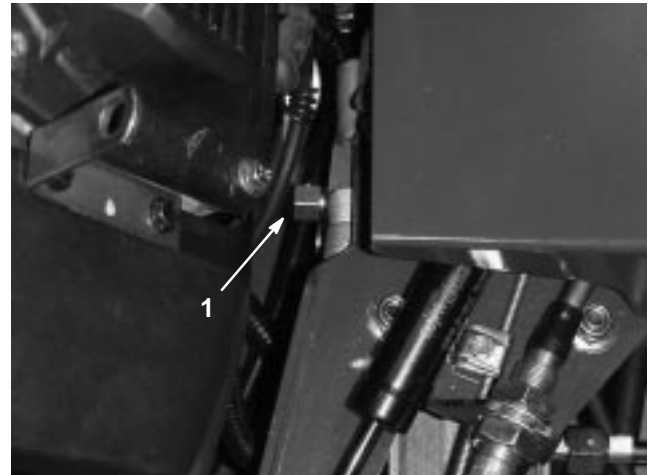

Bild 31
2. Drehen Sie das Sicherheitsventil mit einem 16 mm Schlüssel eine Umdrehung entgegen dem Uhrzeigersinn, um zu schieben bzw. zu ziehen. So kann Hydrauliköl an der Pumpe vorbei direkt zu den Rädern fließen, die sich daraufhin drehen können (Bild 31).
Drehen Sie das Sicherheitsventil um eine Umdrehung im Uhrzeigersinn, um den Aerator einzusetzen (Bild 31).